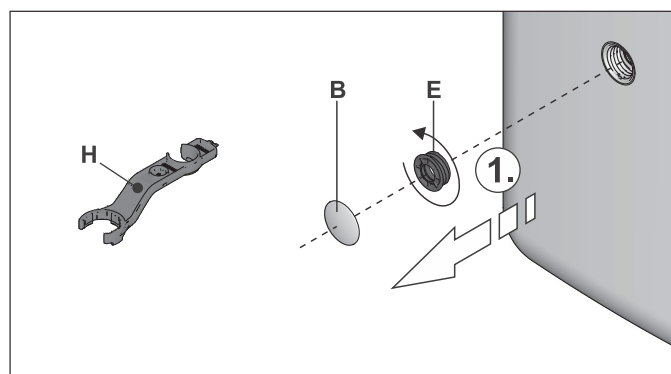

Fig. 5-2 Dévisser la pièce filetée
- 1 Démonter le cache de protection (fig. 5-2, pos. J) sur le raccord de remplissage et de vidange.
- Démonter le cache de protection au niveau de la poignée et dévisser la pièce filetée (fig. 5-2, pos. E) du réservoir d'accumulateur.